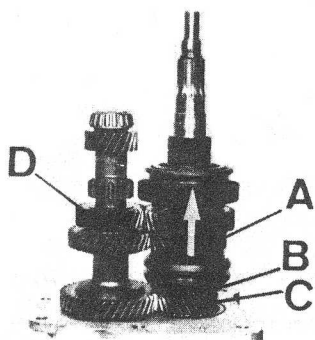

Fig. C1-114 Engranajes caja de velocidades
- 1.2. Extraer el conjunto eje principal, A (Fig. C1-114), desplazándolo hacia arriba, habiendo despegado previamente el cono de sincronización, B, de 4a velocidad del cono del engranaje del eje primario, C.
- 2.1. Montar el eje intermediario, D (Fig. C1-114) apoyándolo sobre su rodamiento delantero.
- 2.2. Montar el conjunto eje principal, A (Fig. C1-114) de forma que queden sus engranajes perfectamente alineados con los del eje intermediario, D, y giren con suavidad.